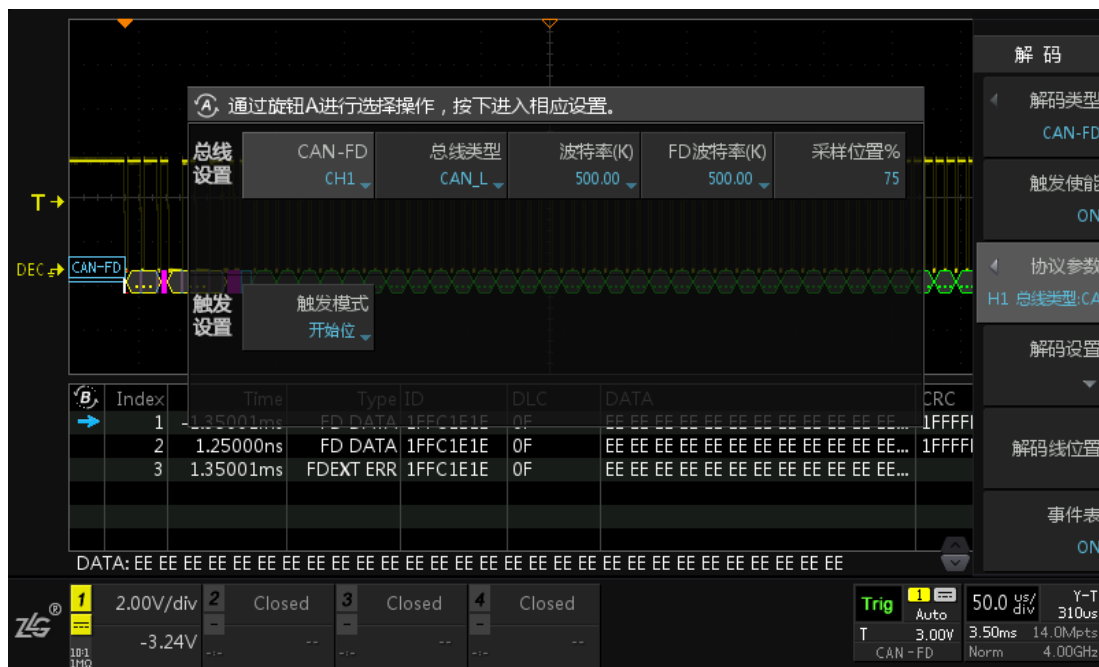

图 15.20 CAN-FD 协议参数配置
- 5、 用户按下【协议参数】软键，可以对协议参数进行设置，旋转旋钮 A 可选择参数，短按旋钮 A 后可进行参数修改，其中包括“总线设置”与“触发设置”，如图 15.20 所示，CH1 为信号输入，总线类型为 CAN_L 或 CAN_H，波特率为 500K（可选或自定义）即普通的传输速率，FD 波特率为 500K（可选或自定义）即 CAN-FD 数据段传输的速率，一般 FD 波特率要高于普通波特率，触发模式“开始位触发”或“数据帧触发”。